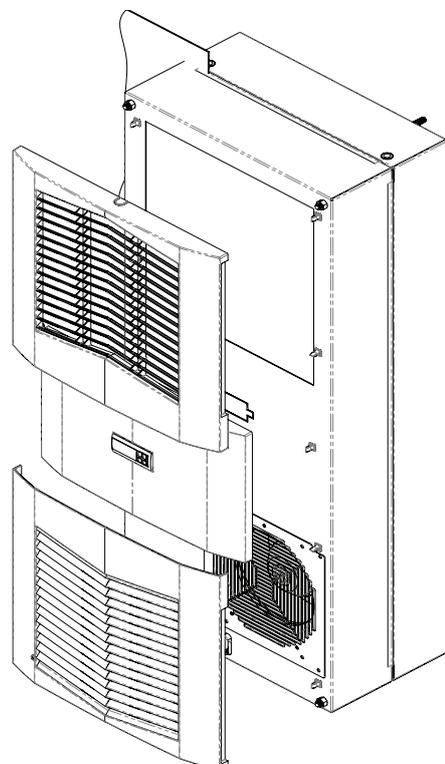

Abbildung 6
14. Setzen Sie die Frontabdeckung und ggf. die Blechplatte wieder auf die Frontplatte. Siehe Abbildung 6 auf Seite 13.